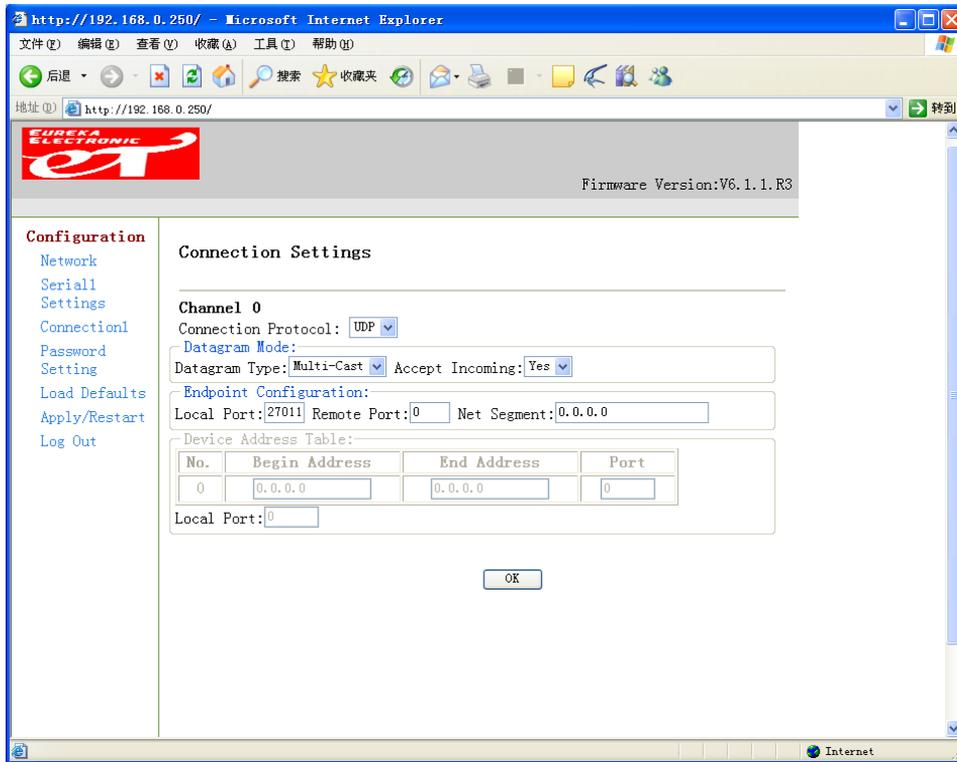

图 5-5. Connection Configuration
- 在 Connection Protocol 的下拉菜单选择 TCP, 如图 5-5 所示